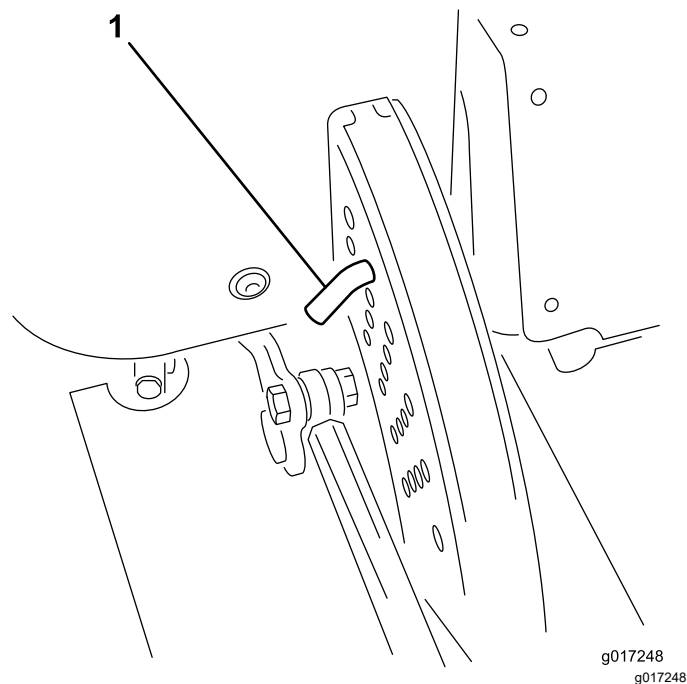

図 4
**注** 刈高ピンを刈高ブラケットに収納する際には、エンクロージャとの干渉を回避するために、図 4 に示すように外から中へ取りつけるようにしてください。